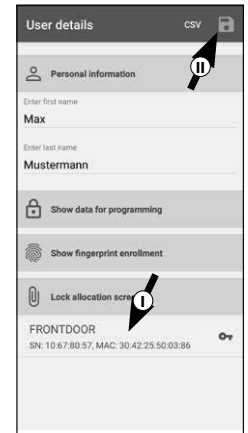

Abb. 64
- 4 Weisen Sie danach einen Zylinder zu, indem Sie ihn in der Liste der bereits registrierten Zylinder (I) (Abb. 64) antippen und speichern Sie Ihre Einstellungen durch Antippen des Diskettensymbols oben rechts (II) (Abb. 64).